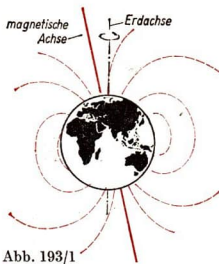

Abb. 193/1
1. Das Magnetfeld der Erde. Bei dem in Abbildung 188/3 dargestellten Versuch stellte sich der Magnet immer in eine bestimmte Richtung, die Nord-Süd-Richtung, ein. Da diese Erscheinung an anderen Stellen der Erde die gleiche ist, muß die Erde offenbar einen ganz bestimmten Einfluß auf den Magneten ausüben. Versuche haben ergeben, daß *die Erde selbst wie ein Magnet wirkt* und von einem magnetischen Feld umgeben ist (Abb. 193/1). Da die nach Norden zeigende Spitze der Magnetnadel als Nordpol bezeichnet wird und sich ungleichnamige Pole anziehen, muß die Erde auf der nördlichen Halbkugel einen magnetischen Südpol haben. Der magnetische Nordpol befindet sich auf der südlichen Halbkugel. Die magnetischen Pole fallen auf der Erde nicht mit den geographischen Polen zusammen. Außerdem ändern die Pole ständig ihre Lage. So befand sich der magnetische Südpol im Jahre 1904 in Nordamerika auf etwa 71° nördlicher Breite und 96° westlicher Länge. Im Jahre 1950 dagegen befand er sich auf etwa 73° nördlicher Breite und 100° westlicher Länge. Die Ursachen des Erdmagnetismus sind noch nicht in allen